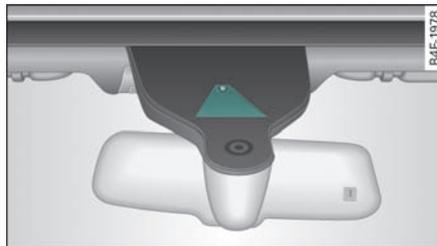

图 147 挡风玻璃：车道保持辅助系统的摄像头视窗
- 摄像头视窗=>第137页，图 147 从外面被污染或结上了冰。请清洁挡风玻璃上的该部位。
- 注意：摄像头的视窗 =>第137页，图 147 不得被标贴等物体遮蔽。